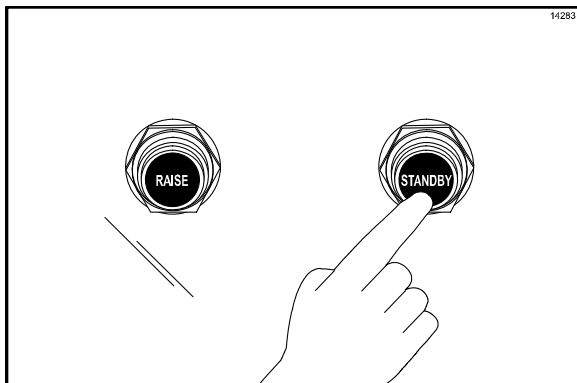

Abbildung 93
19. Die mittlere obere Grillplatte durch Drücken des schwarzen Knopfes STANDBY absenken. (Siehe Abbildung 93.)